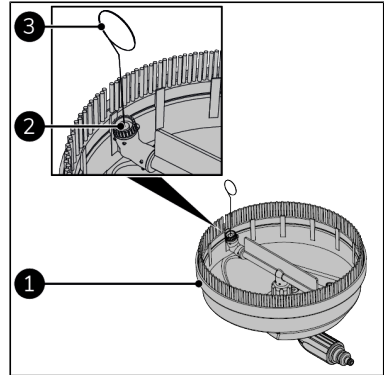

Abbildung 63.
3. Ziehen Sie den Bodenreiniger (Abbildung 63, Pos. 1) aus der Verlängerungslanze (Abbildung 46, Pos. 2).
4. Reinigen Sie beide Düsen (Abbildung 63, Pos. 2) mit dem Reinigungsstift (Abbildung 63, Pos. 3).